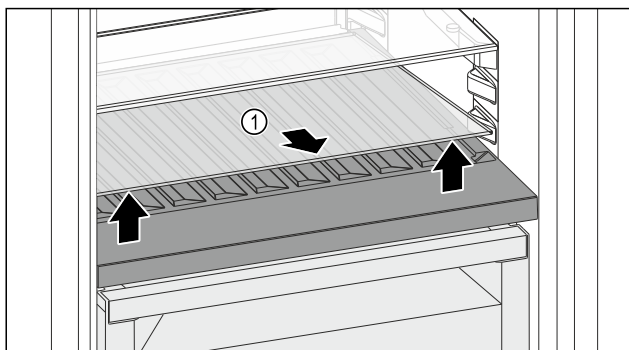

Fig. 162
- ▶ Приподнимите стеклянную пластину Fig. 162 (1) за выемку спереди и извлеките.
- ▶ Уложите стеклянную пластину Fig. 162 (1) на хранение вне устройства.
- ▶ Установите стеклянную пластину (2) под сменной полкой для хранения бутылок.